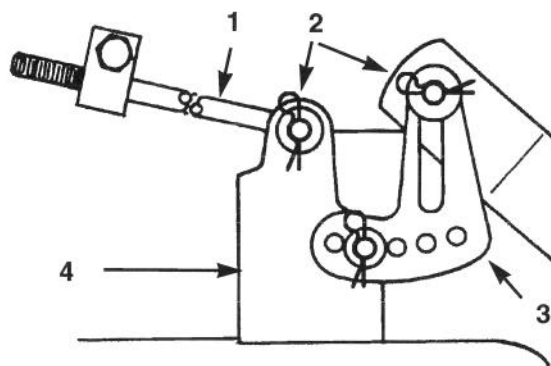

Figure 45
7. Insérer l'extrémité de la longue tige dans le trou du support de la tondeuse. (Fig. 45). Fixer la tige en place au moyen de la rondelle et de la goupille. Répéter l'opération de l'autre côté de la tondeuse.
8. Monter la patte fendue de mise à niveau sur la goupille du bras de hauteur de coupe (Fig. 45). Fixer la tondeuse au moyen de la rondelle et de la goupille. Répéter l'opération de l'autre côté de la tondeuse.